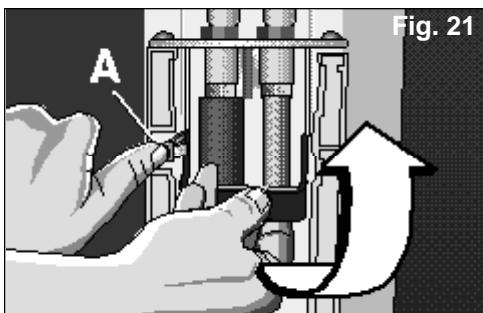

Fig. 21
□ Maintenez appuyé le loquet A qui assure la position du levier. Tirez ce dernier vers le haut (faites attention à l'impulsion du levier) en vous assurant qu'il reste dans la position de hauteur maximale, Fig. 21.
Assurez-vous que le levier est bien fixé par le loquet de sécurité A, fig. 21. Ce n'est qu'ainsi que la connexion sera correctement effectuée.